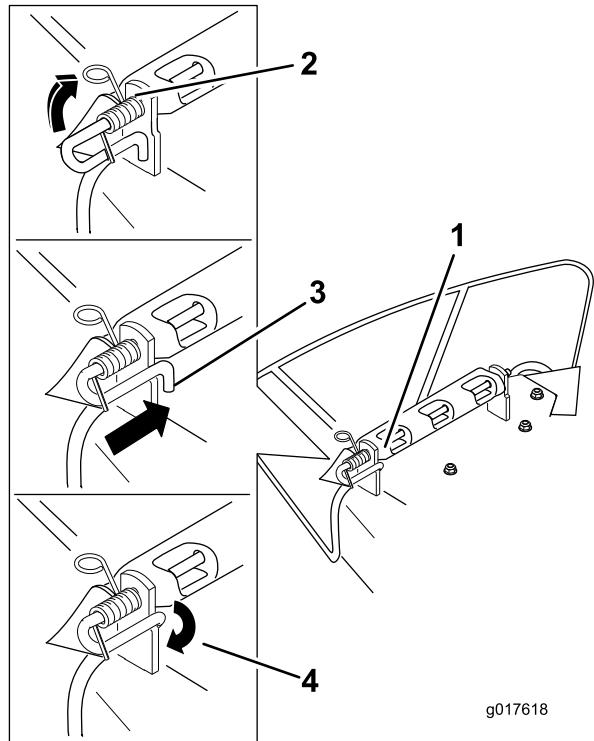

Figura 63
4. Levante el extremo del muelle que tiene bucle y colóquelo en la muesca del soporte del deflector (Figura 63).
5. Fije el conjunto de varilla y muelle torciéndolo de manera que el extremo corto de la varilla pueda colocarse detrás del soporte delantero que está soldado a la carcasa (Figura 63).